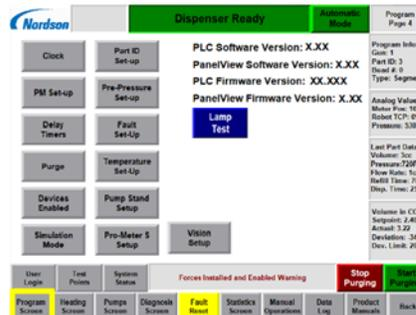

Figure 16 Écran du programme
21. Appuyer sur le bouton *Program Screen* (Écran du programme) du contrôleur. Voir la Figure 16.
1. Amener le commutateur/levier d'alimentation en position *OFF* pour mettre le système hors tension, fermer la vanne d'arrêt du moteur pneumatique principal (1) et noter toutes les connexions des câbles.
3. Retirer les vis à tête cylindrique à six pans creux (4), les rondelles freins externes (3) et les contre-écrous (2) qui fixent le module d'extension (5) au module de commande. Retirer le module d'extension (5).
4. Retirer les étiquettes des ports (6) de l'ancien module d'extension (5) et les installer sur le nouveau module d'extension (5) dans la même position.
5. Installer le nouveau module d'extension (5) à l'aide des vis à tête cylindrique à six pans creux (4), des rondelles freins externes (3) et des contre-écrous (2).
- Appuyer sur le bouton *Program Screen* (Écran du programme) du contrôleur. Voir la Figure 16.